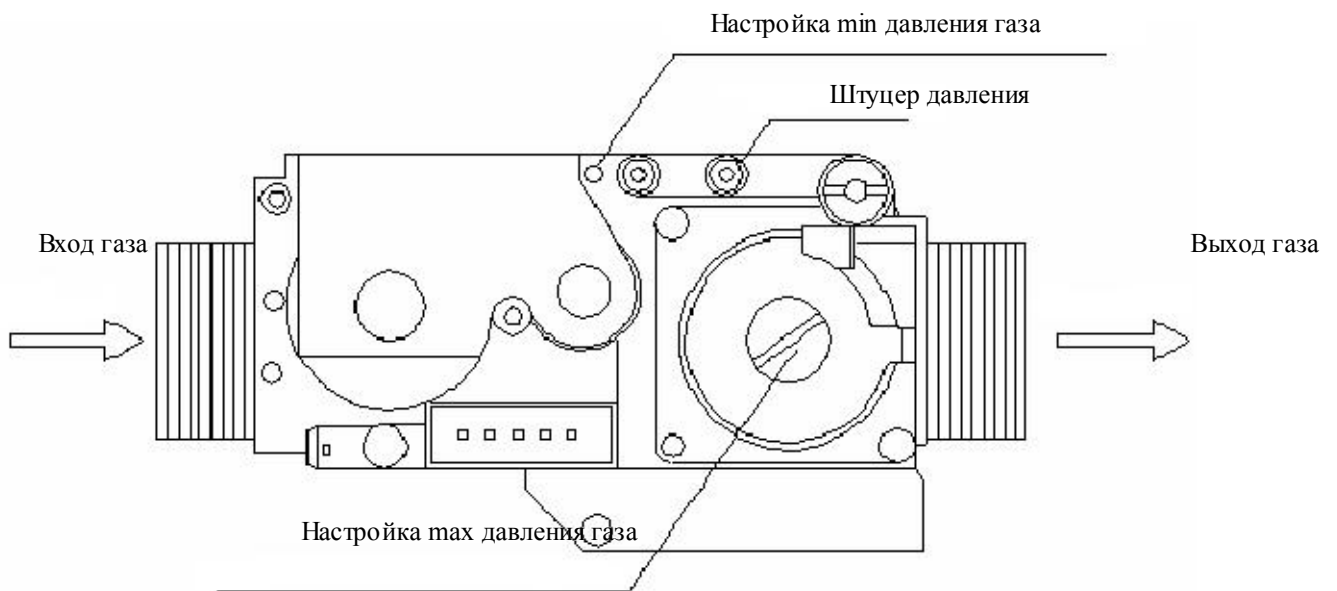

Рисунок 23
- К измерительному отверстию давления выхода (Ø 9 мм) присоединяется U-образный манометр (Рис.23)
- Как показано на Рис.23 под номером 2 настроечный болт регулятора максимального давления (после снятия защитной крышки), аккуратно
- К измерительному отверстию давления выхода (\varnothing 9 мм) присоединяется U-образный манометр (Рис.23)
- Как показано на Рис.23 под номером 1 настроечный болт регулятора минимального давления поворачивается по часовой стрелке и поток газа идущий к горелке уменьшается, в обратном направлении – увеличивается.